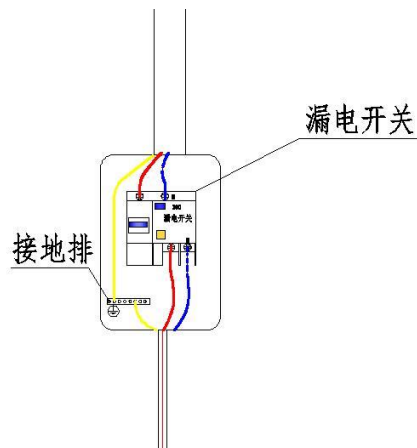

图 20
- (5) 在取电处装好配电箱和漏电开关与接地排，按下图 20 将线接好。